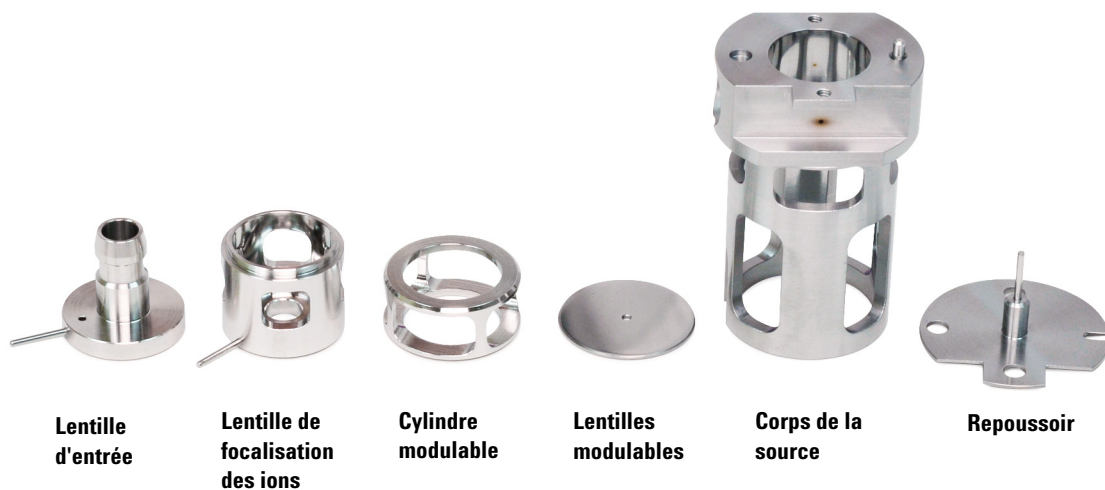

Figure 24 Pièces de la source CI à nettoyer
- 2 Rassemblez les pièces à nettoyer suivantes d'une source CI : (Figure 24, page 165)